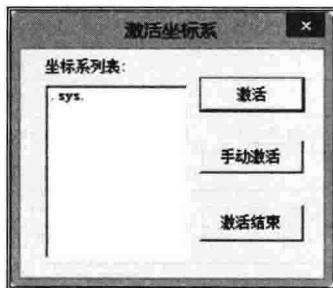

图 1-9 “激活坐标系”对话框
①单击【激活坐标系】图标 ，或者单击【工具 (T)】→【坐标系 (C)】→【激活坐标系】，系统弹出对话框，如图 1-9 所示。② 拾取坐标系列表中的某一坐标系，单击激活图标，可见该坐标系已激活，变为红色。单击激活结束，对话框关闭。③单击手动激活图标，对话框关闭，拾取要激活的坐标系，该坐标系变为红色，表明已激活。